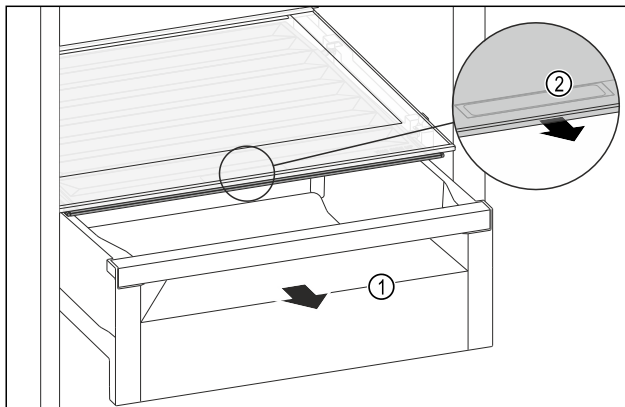

Fig. 220
- ▶ Schubfach Fig. 220 (1) herausziehen.
- ▶ Griffmulde Fig. 220 (2) am Fachdeckel anfassen und Fachdeckel gleichzeitig nach vorne ziehen.